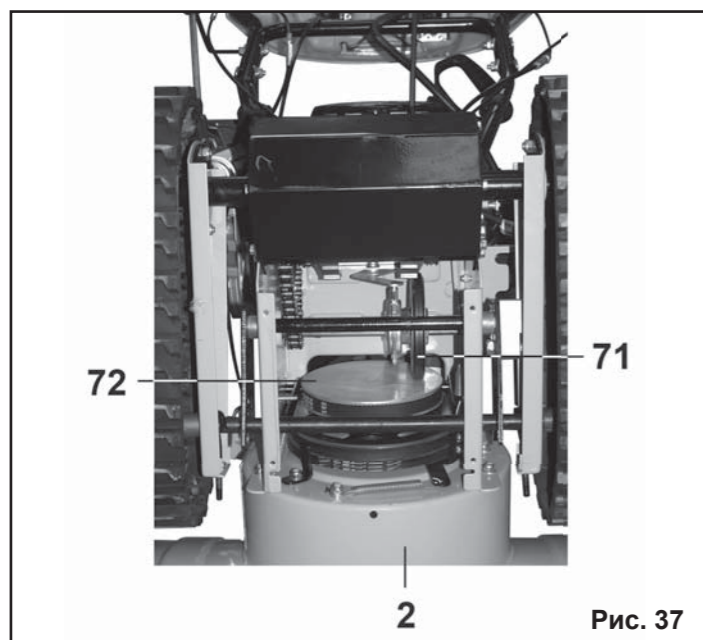

Рис. 37
### 9.14. Проверка системы привода гусениц (Рис.37).
9.14.4. Выкрутите болты крепления нижней крышки корпуса редуктора и демонтируйте ее (на Рис.37 крышка корпуса редуктора снята).